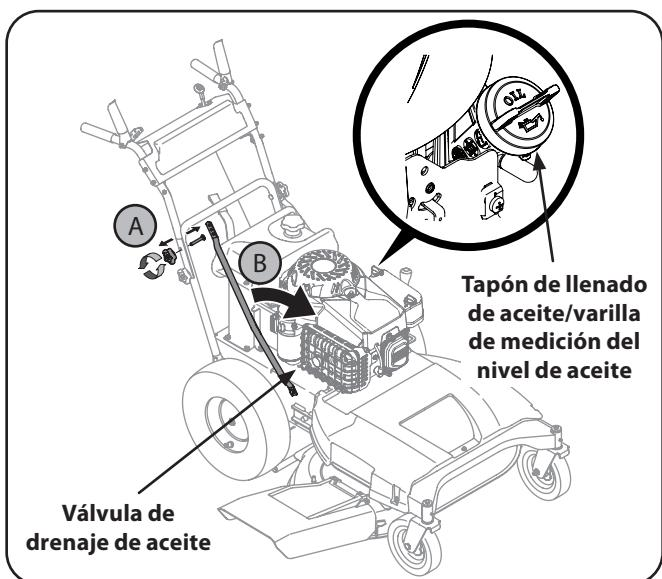

Figura 6-1
2. Extraiga la perilla en estrella superior y el tornillo del carro del lado derecho de la manija. Vea Figura 6-1.
3. Gire el tubo de soporte hacia el frente para tener lugar para conectar la manguera de drenaje de aceite a la válvula de drenaje. Vea Figura 6-1.
5. Retire el tapón de llenado de aceite/varilla de nivel de aceite del tubo de llenado. Vea Figura 6-1.